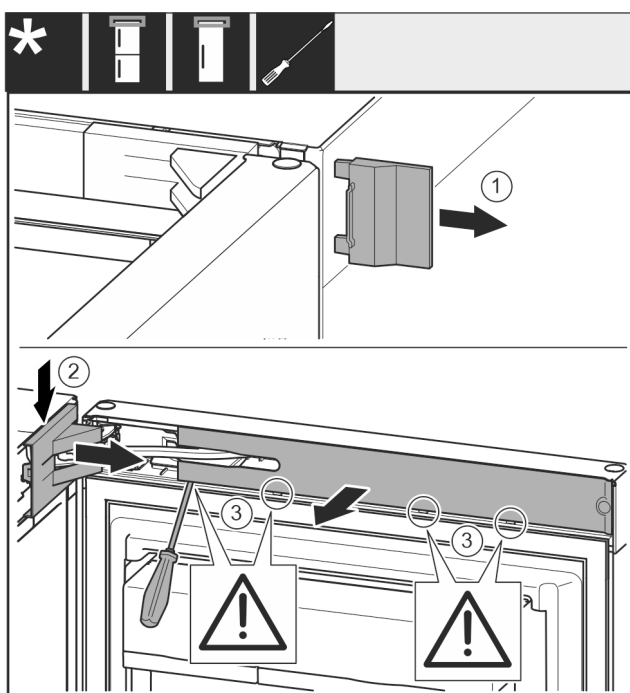

Fig. 12
- Снимите крышку Fig. 12 (1).
- При помощи отвертки отцепите крышку опорного кронштейна Fig. 12 (2) и отсоедините ее.
- Снимите крышку опорного кронштейна Fig. 12 (2).
- При помощи шлицевой отвертки отцепите накладку Fig. 12 (3) и отведите ее в сторону.